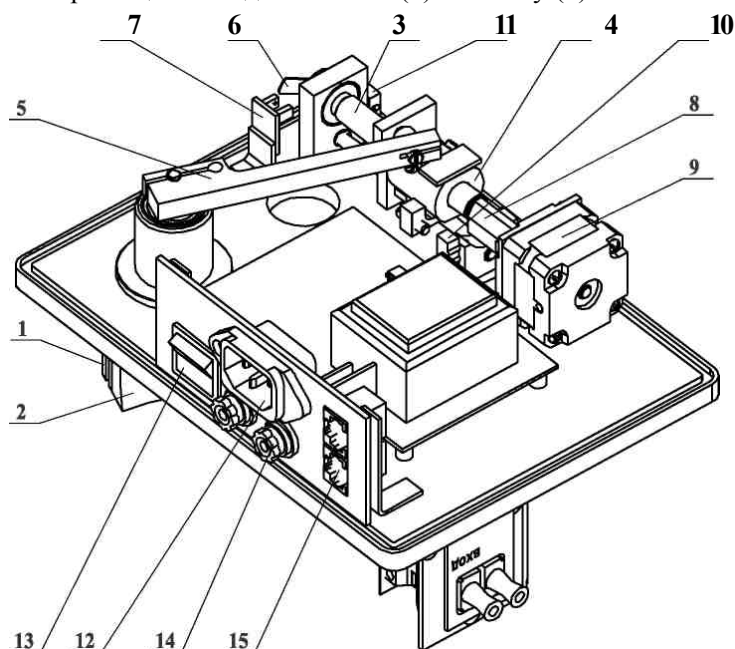

Рис. 3.3 Кинематическая схема и вид на панель разъемов
В нижнем отсеке прибора размещена кинематическая схема (см. Рис. 3.3), плата сетевого питания и задняя панель с разъемом для подсоединения сетевого шнура (12), кнопкой включения сетевого питания (13) и гнездами с предохранителями (14).
Кинематическая схема монохроматора (Рис. 3.3) осуществляет разворот дифракционной решетки (2), чем обеспечивает выведение на выходную щель монохроматического излучения во всем рабочем диапазоне длин волн. Эта функция кинематической схемы реализована с помощью синусного механизма, позволяющего линейно изменять настройку монохроматора по длинам волн при линейном перемещении ходовой гайки (4) по винту (3).